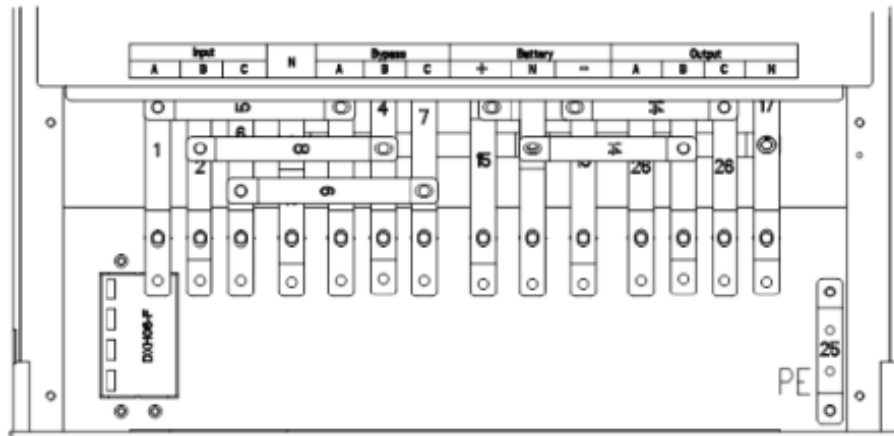

Рис. 2-16 Клемная колодка ИБП 60/80/90/120кВА
2. Снимите защитную крышку силовых клемм. Расположение клемм ввода, вывода, батареи и защитного проводника показано на Рис.2-16 – 2-19.